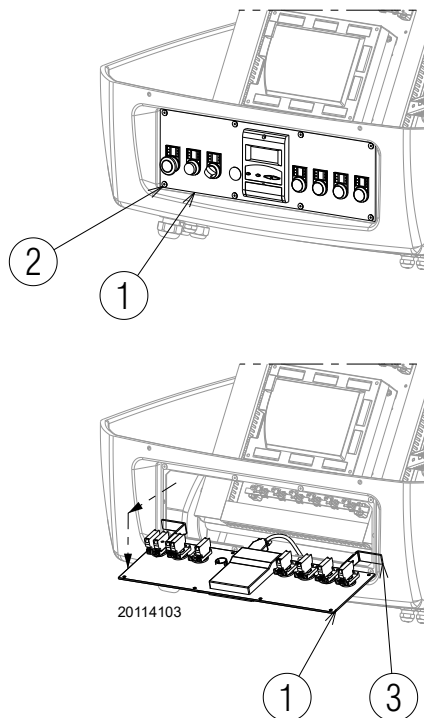

Fig. 42
- extraer el panel de mandos 1) y girarlo 90°, enganchándolo con los estribos 3) en el perfil del cuadro eléctrico como se muestra en la Fig. 42;